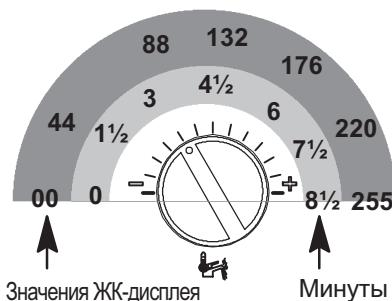

Рисунок 5.46
- Чтобы изменить настройку, поверните регулятор температуры воды горячего водоснабжения 3 (Рисунок 5.42) и установите его на выбранное время (см. Рисунок 5.46: регулятор установлен на повторное включение через каждые 3 минуты).
Шаг настройки регулятора 3 (Рисунок 5.46) соответствует отображаемому на ЖК-дисплее значению 44 (90 секунд). Это значение можно установить на максимум 255 (8 с половиной минут). На ЖК-дисплее при этом будут поочередно загораться Р10 и 60.